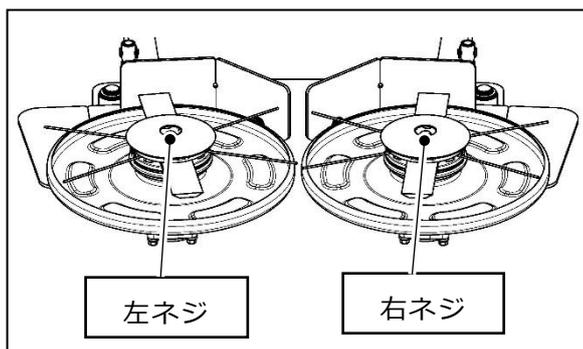

図 6
- ※取付ボルトは右刈取部を時計方向、左刈取部を反時計方向に回してください。左右でボルトの種類が違います。(図 6 参考)
- ③ブレードホルダーからロータリー皿を引き抜くことで樹脂ナイフを外すことができます。
- ④樹脂ナイフを左右入れ替えるか、交換したらブレードホルダー、樹脂ナイフ、ホルダーガイドの穴をあわせてロータリー皿を差し込みます。
- ⑤樹脂ナイフの交換を終えたら元の通りに組付け、ボルトを締め付けてください。